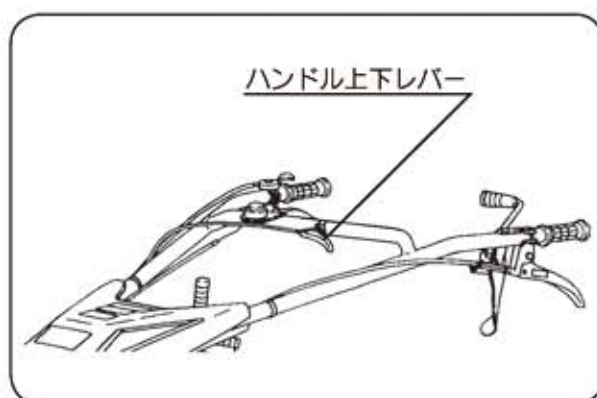

図22
①ハンドル上下レバーを握りハンドルを上にあげてから操作してください。(図22)
②ロータリ回転と適応作業